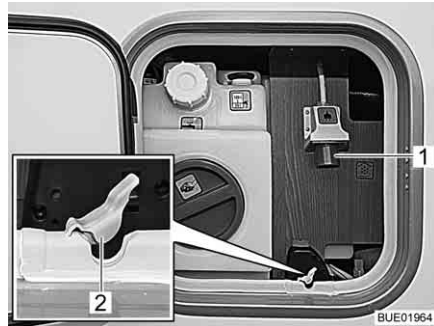

Fig. 170 Raccordement 230 V sur le véhicule
- Ouvrir la pièce d'isolement (Fig. 170,2) du passage de câble.
- Brancher le connecteur à fiche sur le raccordement 230 V (Fig. 170,1) du véhicule.
- Tirer sur le connecteur à fiche (Fig. 170,1) du véhicule pour débrancher le câble de raccordement.
- Presser la pièce d'isolement (Fig. 170,2) du passage de câble dans le logement du joint du portillon de service.